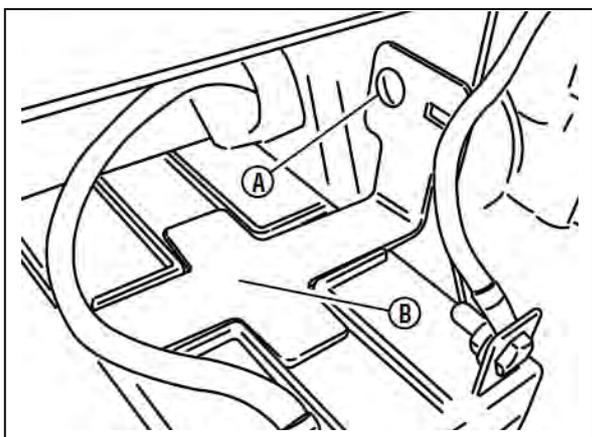

図 8-17 バッテリー固定ブラケット
2. 金具(図 8-17 の A)を外し、バッテリー固定ブラケット(B)を外します。
6. バッテリー固定ブラケット(図 8-17 の B)を取り付けます。